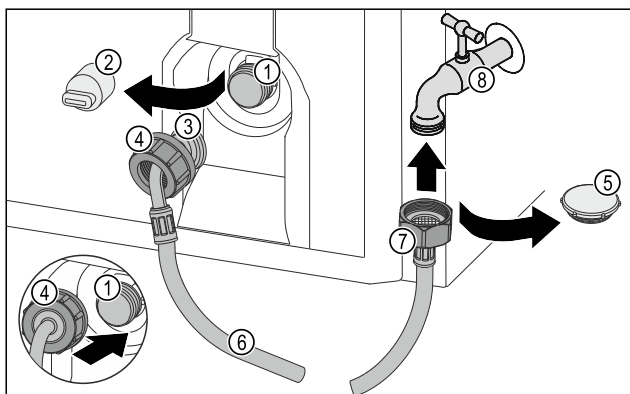

Fig. 44
- Skinite poklopac Fig. 44 (5).
- Postavite ravni kraj crijeva Fig. 44 (7) na slavinu Fig. 44 (8).
- Pritegnite maticu na ravnom kraju crijeva Fig. 44 (7) u smjeru kazaljke na satu.